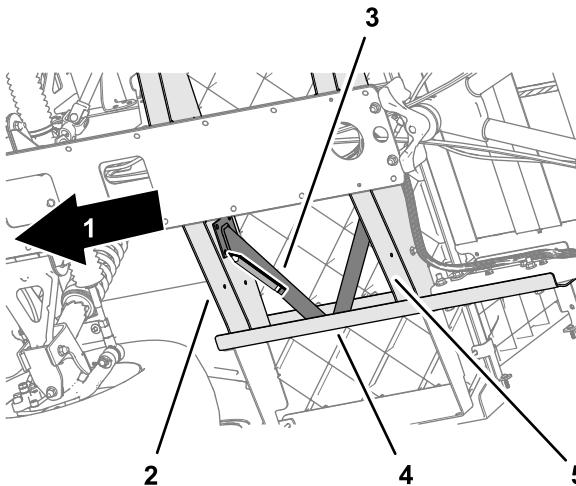
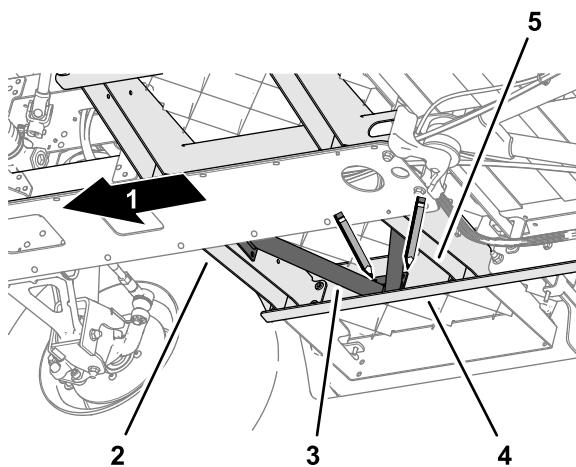
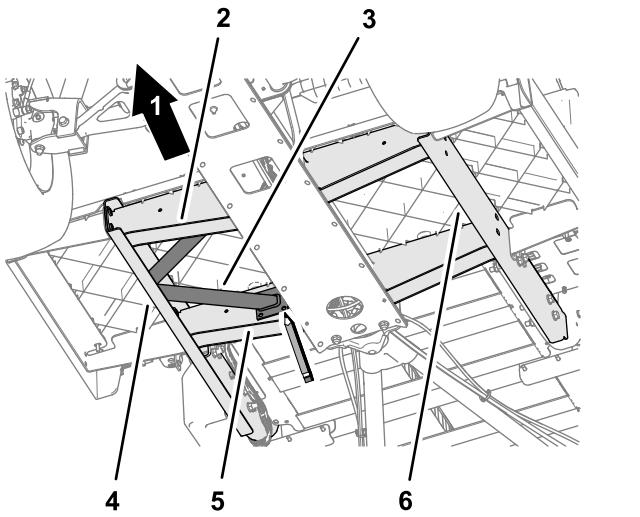

Figura 15
Figura 16
Figura 17
delantero y el perfil trasero del bastidor de la máquina (Figura 15).
- El tirante debe estar paralelo al suelo (Figura 15).
3. Usando el tirante de suelo como plantilla, marque la posición de los taladros en el perfil lateral del bastidor y en los perfiles de suelo (Figura 15, Figura 16, y Figura 17).